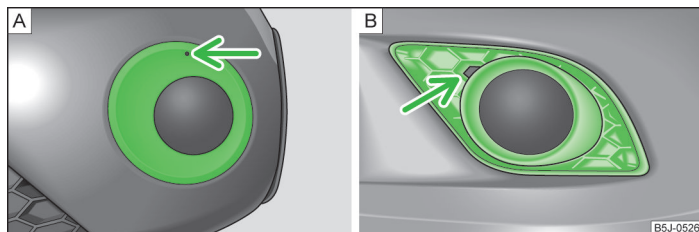

Fig. 158 Paraurti anteriore: Fabia Scout / Fabia RS
- Inserire l'asticella nell'apertura sopra i fendinebbia » fig. 158 - **A** (Fabia Scout) » pagina 179, *Attrezzatura di bordo* ed estrarre la calotta di copertura.
- Inserire un dito nell'apertura accanto al fendinebbia » fig. 158 - **B** (Fabia RS) ed estrarre la calotta di copertura.